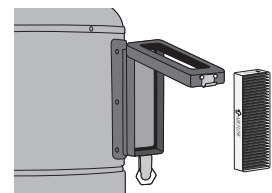

figure 12
2. Remove the used filter, and discard (**figure 12**).
Retirer le filtre usagé et le jeter (**figure 12**).